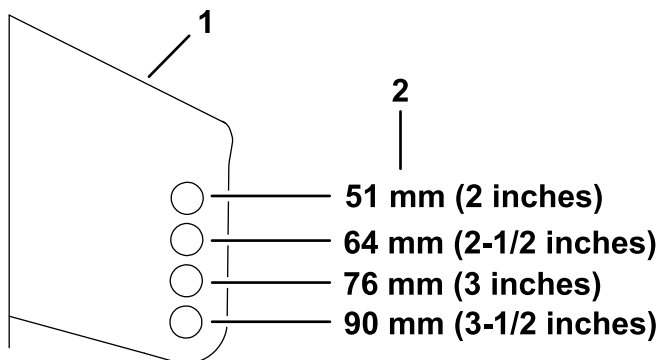

**Рисунок 29**
- После регулировки высоты скашивания отрегулируйте высоту защитных валиков, сняв крепежные детали (Рисунок 29).
- Затяните контргайку (3/8 дюйма) с моментом от 41 до 47 Н·м, как показано на Рисунок 29.